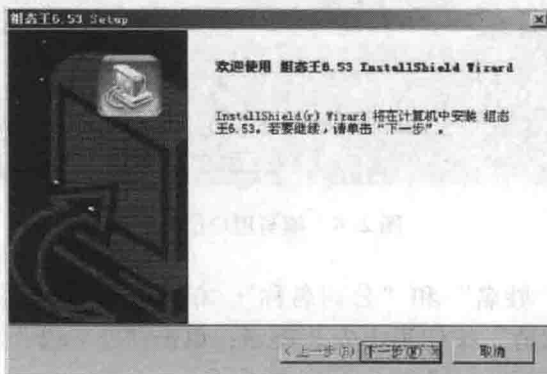

图 2-2 开始安装组态王
(3) 开始安装。单击“安装组态王程序”按钮，将自动安装“组态王”软件到用户的硬盘目录，建立应用程序组并弹出“组态王 6.53 Setup”对话框，如图 2-2 所示。